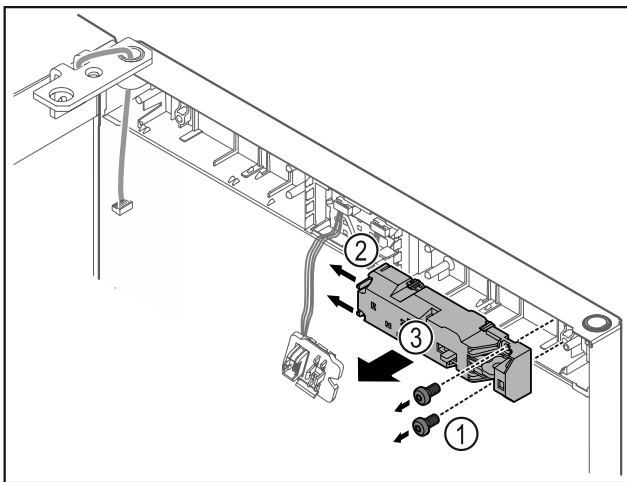

Fig. 17
- Poista ruuvit Fig. 17 (1).
- Paina lukitusnokat Fig. 17 (2) sivuun ja ota etälukko Fig. 17 (3) pois.